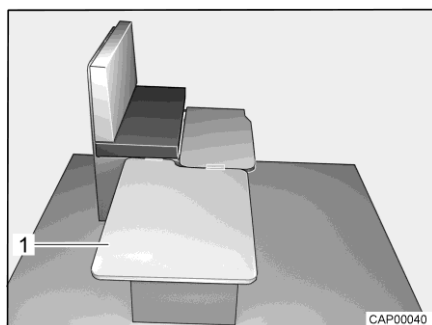

Fig. 44 Durante la trasformazione
- Agganciare la tavola di rinforzo (Fig. 44,1) lateralmente sui sedili e posizionarla sul tavolo.